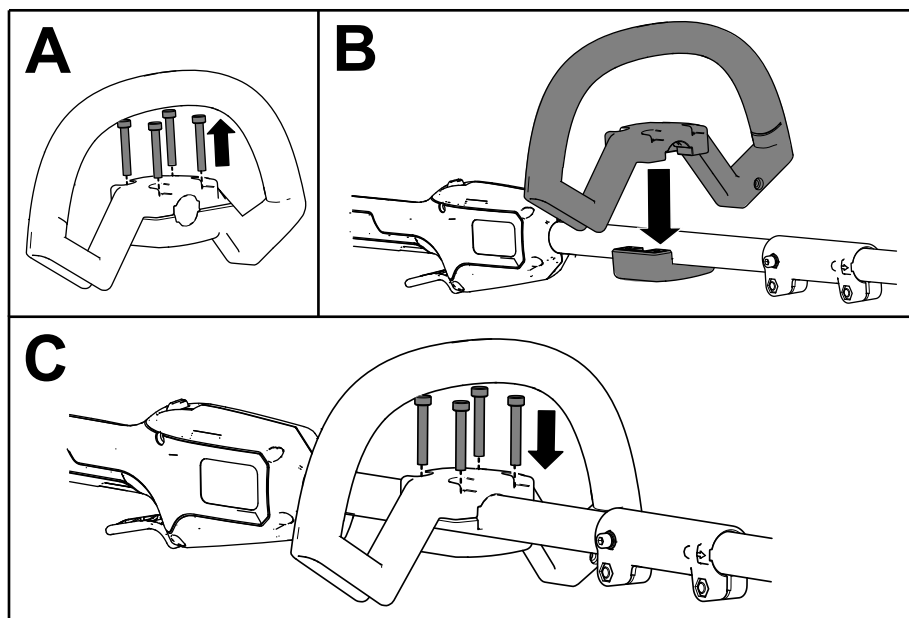

Figur 4
1. Fold ut håndtaket (A av Figur 4).
2. Innrett låseknappen på det nedre skaftet med hullet med spor i på den øvre akselen, og før det ene skaftet inn i det andre (B og C i Figur 4).
Merk: Låseknappen klikker inn i hullet når begge skaftene festes (D i Figur 4).
3. Bruk den med følgende sekskantnøkkelen til å stramme skruen på skaftkoblingen til den er festet (E i Figur 4).